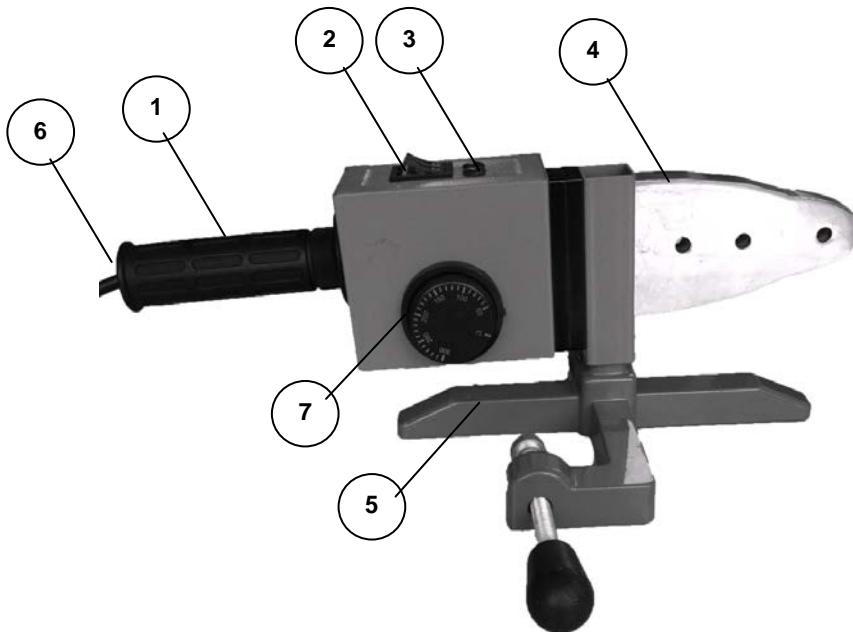

Рис.1
### ОПИСАНИЕ ОБОРУДОВАНИЯ (Рис.1)
2) Зафиксируйте насадки соответствующего диаметра на нагревательную пластину (4, рис.1). На нагревательную пластину могут быть установлены одновременно 3 насадки.
- 3) Подключите аппарат для сварки труб к сети 220В/50Гц. Установите выключатель питания (2, рис.1) в положение Вкл. – I. При этом загорится красная индикаторная лампочка (3, рис.1), которая показывает, что сварочное устройство нагревается.
- 4) Установите необходимую температуры с помощью регулятора температуры (7, рис.1).
- 5) Подождите около 15 минут, пока температура не достигнет заданного показателя, и прогреется нагревательная пластина: 7 минут для достижения 260° и 8 минут, чтобы температура стабилизировалась. Если лампочка автоматически погаснет (3, рис.1), то это говорит о том, что устройство нагрето и готово к работе. Через некоторое время лампочка опять загорится. Это говорит о том, что устройство вошло в режим контроля и поддержания температуры.
По окончании работы выключите сварочный аппарат (2, рис. 1), отсоедините вилку соединительного шнура от сети (6, рис. 1) и дайте остывть сварочному аппарату. После остывания сварочного аппарата отсоедините с нагревательного элемента сменные насадки (4, рис. 1). Очистите сменные насадки от наплавленного полимерного материала.